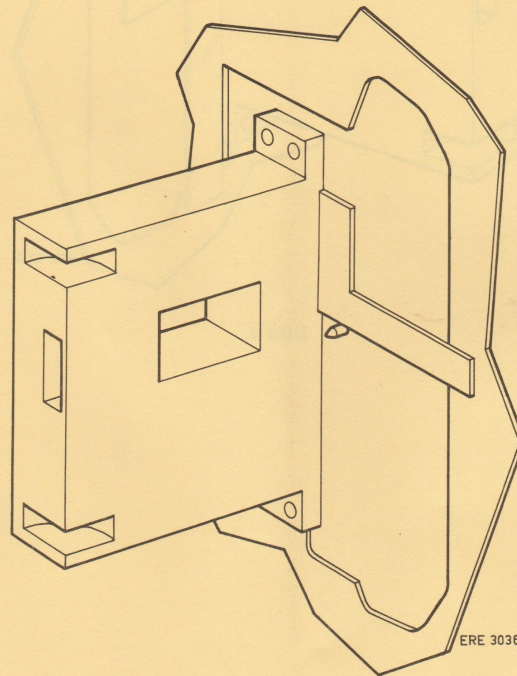

Fig. 3
- . Oter cadre complet pour film (2).
- . Reposer équerre sur broche 1, fig. 3 et apporter un fin trait-repère sur le cabinet du projecteur.
- . Déplacer mécanisme pour que repères correspondent aux équerres placées selon fig. 3 et 4.
If rattle is audible, when the projector is operated without film, and if this rattle disappears when pivot screw K is turned in slightly further, this means that framing bushing D does not fit tight. The bushing should be replaced (see Service Notes, page 11, Fig.3).
Erzeugt der Projektor ohne Film einen rasselnden Ton, der bei geringem Eindrehen der Zapfenschraube K aufhört, so weist dies auf eine nicht ausreichend klemmende Bildverstellungsbuchse D. In solchem Falle ist die Buchse zu ersetzen (siehe Kundendienstanleitung Seite 11, Bild 3).